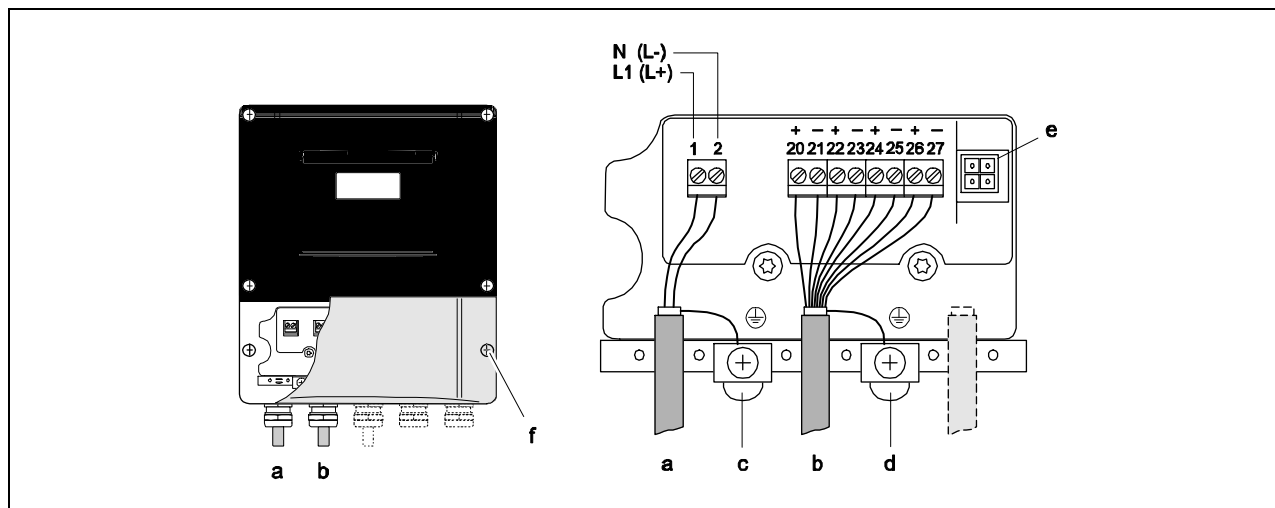

Рис. 28: Подсоединение преобразователя (вариант настенного монтажа) Поперечное сечение провода: макс. 2.5 мм²
- Схема электромонтажа (монтируемый на стену корпус) → Рис. 28